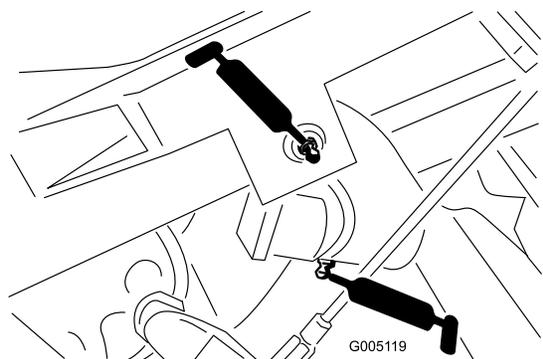

Figura 30
- Articulação do braço de elevação(3) e engate da articulação (3) (Figura 30)